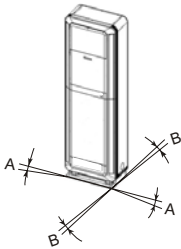

图2最大基础梯度
(2) 确保基础平坦、水平并足够结实，遵照图2所示基础最大梯度的规定。